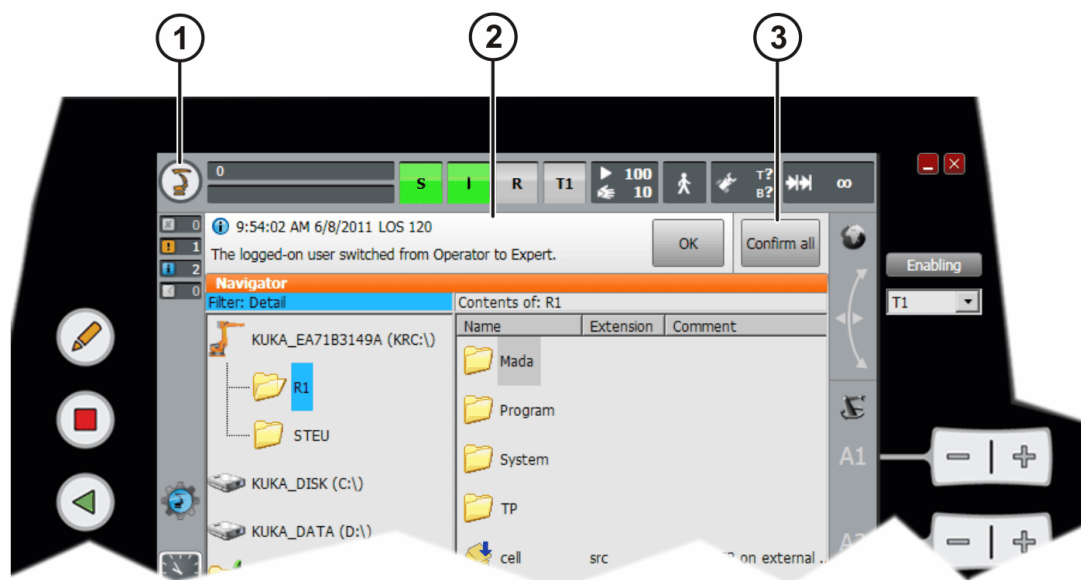

Рисунок 3.3 – Вікно повідомлень
6. Підтвердьте у вікні повідомлень усі повідомлення, які можна підтвердити, натиснувши кнопку «Підтвердити всі» (рисунок 3.3, таблиця 3.2).